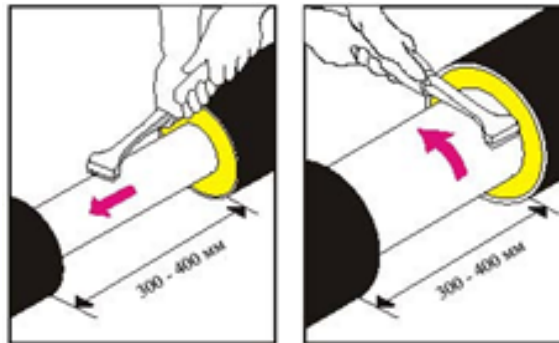

рис.1
2.1 Неізольовані закінчення сталевих труб очистити від слідів корозії за допомогою металевої (дротяної) щітки (рис.1) і знежирити (розчинник №646, етанол, ацетон).